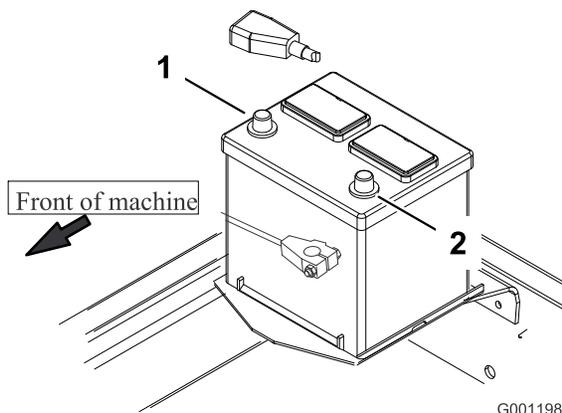

Figura 11
8. Conecte el cable positivo (rojo) al borne positivo (+) y luego el cable negativo (negro) al borne negativo (-) de la batería (Figura 11), y coloque el protector de goma sobre el borne positivo para evitar posibles cortocircuitos eléctricos.